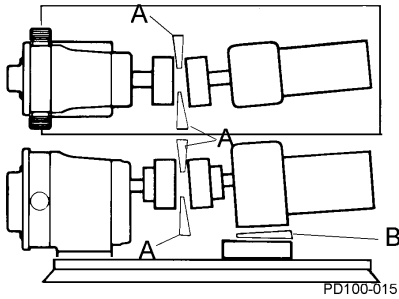

Figure 19 - Vérifier l'alignement angulaire
1. En utilisant les jauges d'épaisseur et les jauges d'épaisseur en forme de coin (Figure 19, objets A et B), vérifiez l'alignement au niveau de quatre points tous les 90 degrés autour du couplage ; **ajustez à une dimension égale au niveau de tous les points.**